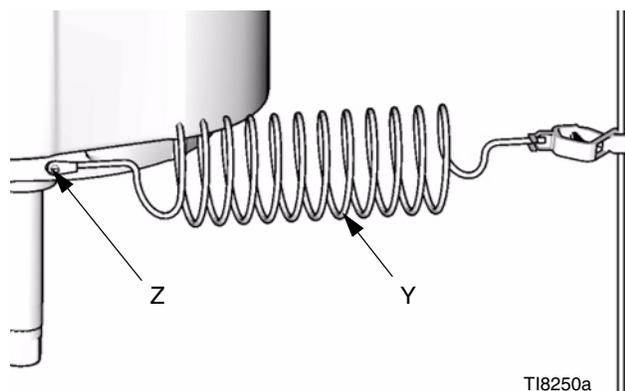

FIG. 1
**Pompa:** Per collegare al motore il filo di terra 244524 (Y), utilizzare una vite di terra (Z) e una rondella elastica Stringere saldamente la vite. Collegare l'altra estremità del filo di terra ad una terra efficace. Vedere la FIG. 1.